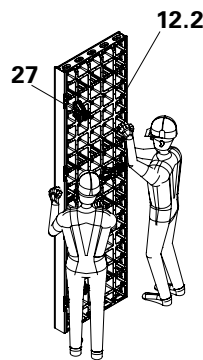

Fig. C1.03
1. Posizionare i profili per smusso DUO 135 (29) sulla prima unità, senza inchiodare.
2. Montare due attacchi per puntelli di stabilizzazione DUO (27).
3. Posizionare i pannelli nel luogo di impiego. Il trasporto deve essere effettuato da due persone. (Fig. C1.03)